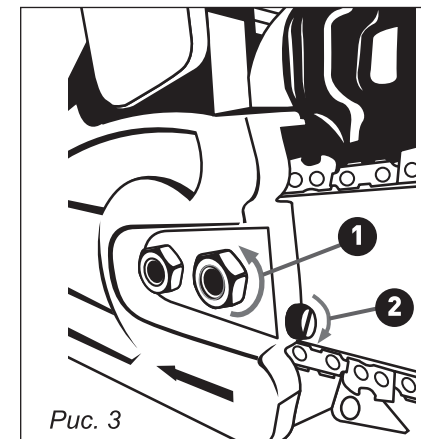

Рис. 3
Натяжка цепи на моделей БП 138/14, БП142/16, БП 146/16 (рис. 3):
- Ослабьте гайки на крышке тормоза, не откручивая полностью (рис. 3, п. 1).
- Возьмитесь за носок шины и приподнимите его вверх одновременно с этим вращением винта натяжения по часовой стрелке отрегулируйте натяжение цепи (рис. 3, п. 2).